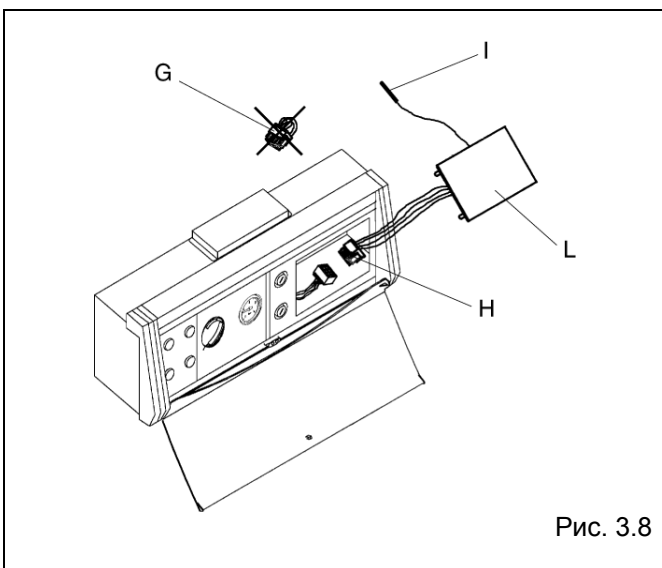
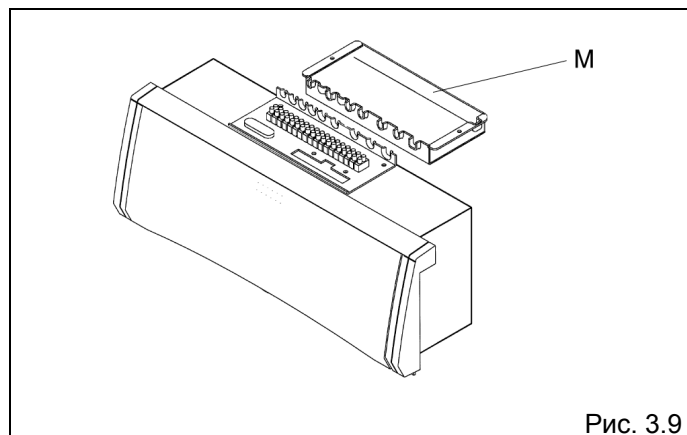

Рис. 3.8
Рис. 3.9
- отсоедините 12-и штырьковый коннектор (G), который находится внутри панели управления, и вместо него присоедините 12-и штырьковый коннектор (H), который идет к электрическим контактам клеммника (рис. 3.8)
- пропустите датчик (I) термостата предельной температуры, который имеет 6 контактов, через одно из отверстий для проводов, имеющих в корпусе панели управления (рис. 3.8)
- расположите датчик (I) внутри гильзы для датчиков, которая находится в котле (смотри соответствующее руководство)
- закройте крышкой (L) панель управления и защелкните ее.
- снимите с корпуса защитную крышку клеммника (М), для чего отвинтите два крепежных винта (рис. 3.9)